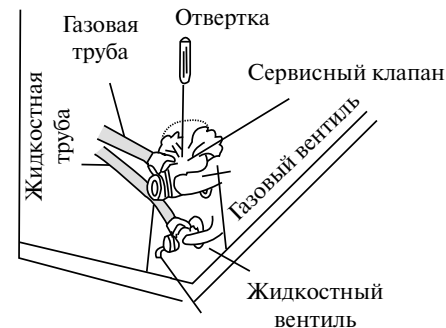

Рис. 7
8. Полностью откройте жидкостный и газовый вентили (см. рис. 7).